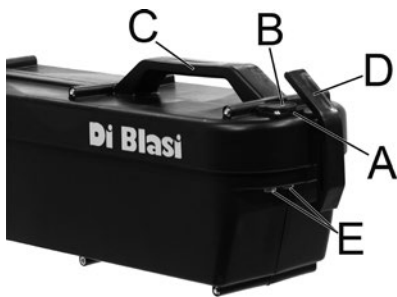

Fig. 44
- Contenitore batteria (Fig. 44)
- (A) Spina per la carica
- (B) Tappo della spina della carica
- (C) Maniglia
- (D) Leva del gancio
- (E) Contatti del circuito di alimentazione del motore